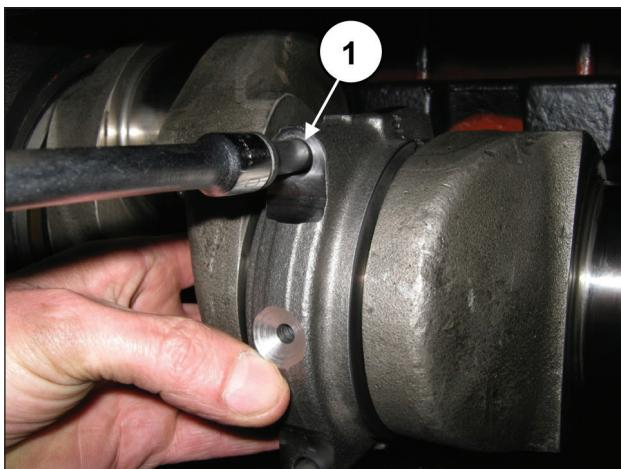

Fig. 70
Fixe as capas nas semi-bielas, mediante os parafusos M10x1.5x80 (pos. ①, Fig. 70).